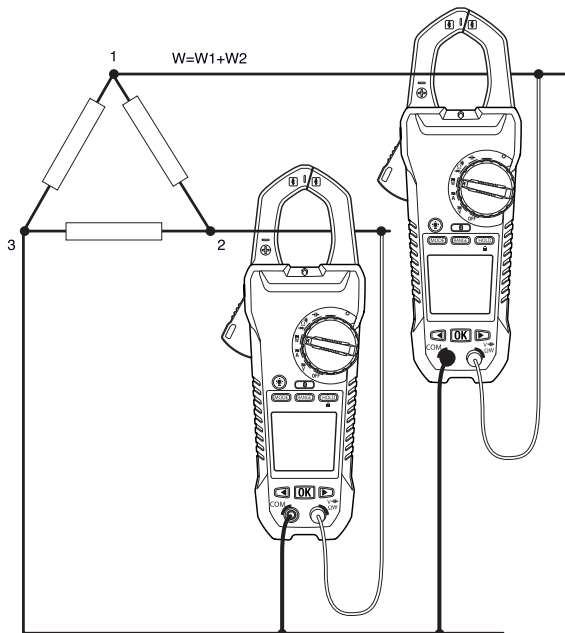

Figura 5.3 Misurazione trifase a 3 fili
La potenza di una configurazione trifase a 3 fili (a stella) è misurata in due passaggi, come mostrato in Figura 5.3. La potenza totale è data dalla somma delle due misurazioni: $W = W_1 + W_2$.
3. Acquisire due misurazioni di potenza attiva, in accordo alla Figura 5.3.